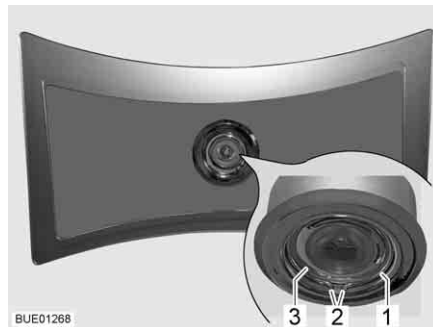

Fig. 236 Lampada a soffitto
- Premere la rondella (Fig. 236,1) sulle sue due estremità (Fig. 236,2) e rimuoverla.
- Estrarre l'involucro (Fig. 236,3) con LED dalla lampada.